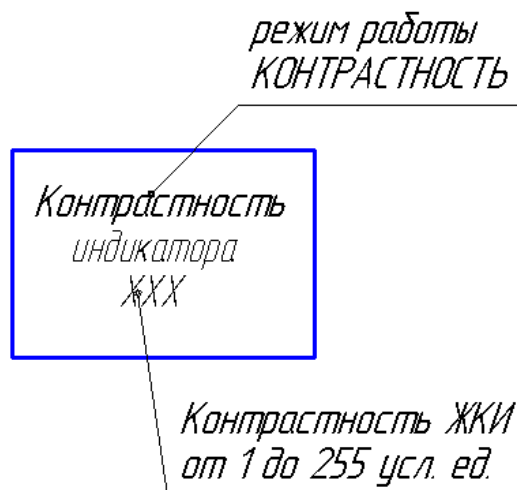

Рисунок 2.10 - Меню регулировки контрастности ЖКИ
- нажать кнопку  и войти в меню корректировки контрастности ЖКИ (см. рисунок 2.10);